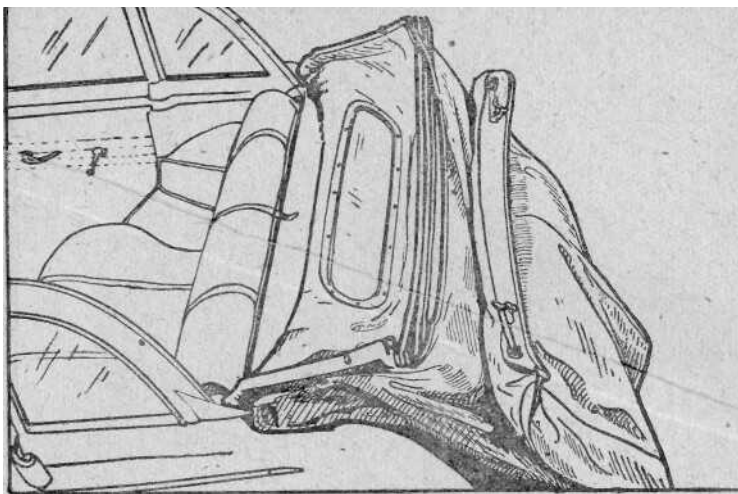

Рис. 25—Укладка металлических дуг
3. Снять три Металлических дуги, связать их вместе (бечевкой или тесьмой) и уложить рядом с откинутой шарнирной дугой (рис. 25).